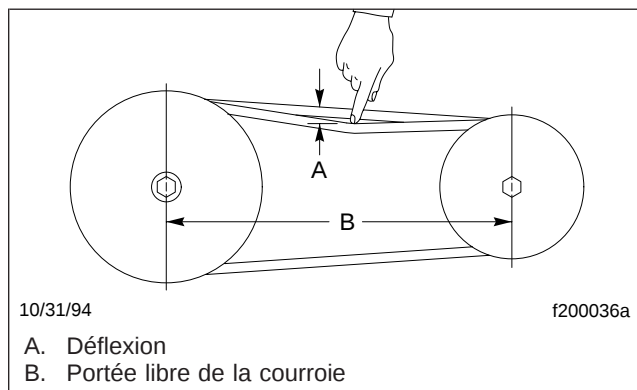

Fig. 12.12, Vérification de la tension de la courroie
5. Vérifiez que la tension de la courroie d'entraînement est correcte. À l'aide de votre index, exercez une pression d'environ 11 kg (25 lb) au centre de la portée libre de la courroie. Voir la **figure 12.12**. La déflexion devrait être d'une épaisseur de courroie par 300 mm (1 pi) de portée libre de courroie. Si la tension est supérieure ou inférieure à cette valeur, mesurez-la à l'aide d'une jauge de tension et réglez-la à la tension appropriée. Reportez-vous au **groupe 01** du manuel d'atelier du véhicule pour obtenir des instructions.